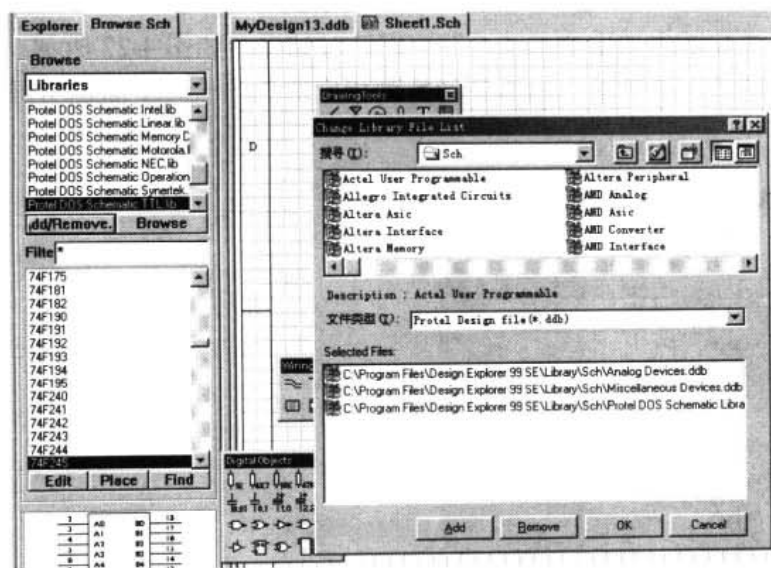
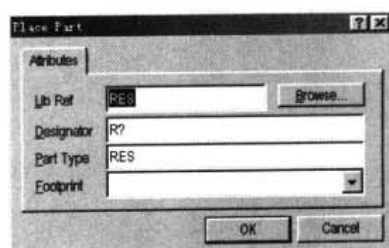

图 4-18 选择 Protel Dos Schematic TTL.lib 元件库
图 4-19 Place Part (放置元件) 属性对话框
- (1) 首先单击 Browse 选项区域下 Add/Remove 按钮，增加所要使用的元件库，如图 4-18 所示。
- (2) 单击电路绘图工具栏 Place Part（放置元件）按钮 ，或执行菜单命令 Place|Part，或按下 Alt+P+P 键，即进入放置元件状态。
- (3) 系统弹出如图 4-19 所示的 Place Part 属性对话框，就可在 Lib Ref 文本框中输入确切的元件名（不能包含通配符，如星号“\*”和问号“？”）。例如，输入与非门 74LS03，Designator（元件编号）栏中的“U？”便为默认编号即没有编号。一般地说，集成电路的默认编号为“U？”，电阻的默认编号为“R？”，电容的默认编号为“C？”。如果使用系统编号，就不用更改它，系统会自动按放置顺序进行编号，只要在 Part Type（元件的类型）栏中输入 74LS03，Footprint（元件的封装）栏中输入 DIP-20，
- (6) 移动鼠标到适当位置, 单击鼠标左键或按 Enter 键, 确定元件放置位置。
- (7) 此时系统仍然处于放置元件状态, 并弹出如图 4-19 所示的输入元件名对话框, 便可继续按照上面的方法放置其他元件。